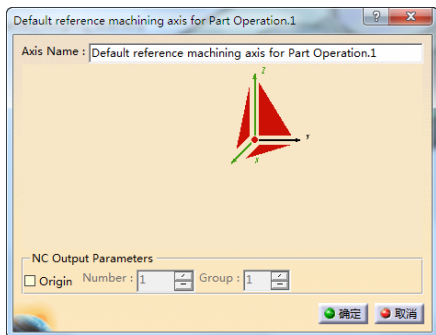

图 3-205 “Default reference machining axis for Part Operation.1”对话框（3）
- 单击“Part Operation”对话框中的 Default reference machining axis system 按钮，弹出“Default reference machining axis for Part Operation.1”对话框（3），如图 3-205 所示。